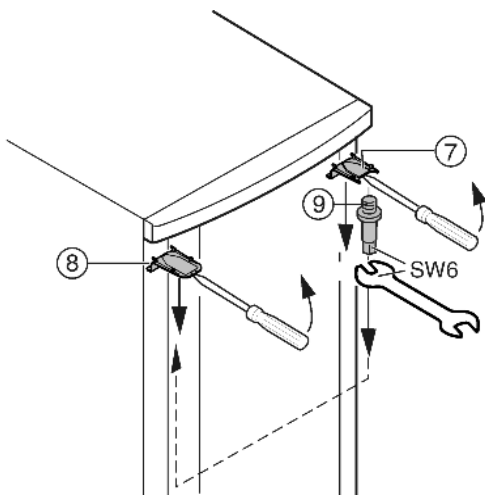

Fig. 7
- ▶ Откачете капака Fig. 7 (7) и капака Fig. 7 (8) с помощта на отвертка го свалете косо надолу.
- ▶ Развийте лагерните болтове Fig. 7 (9) и ги завинтете **здро̀во (с 4 Nm)** от другата страна.
- ▶ Монтиране отново на капака Fig. 7 (7) от страната на лагерния болт: бутнете го назад и го контрирайте.
- ▶ Монтирайте капака Fig. 7 (8) от другата страна: бутнете го назад и го контрирайте.
- ▶ Закачете вратата горе в лагерните болтове Fig. 7 (9).